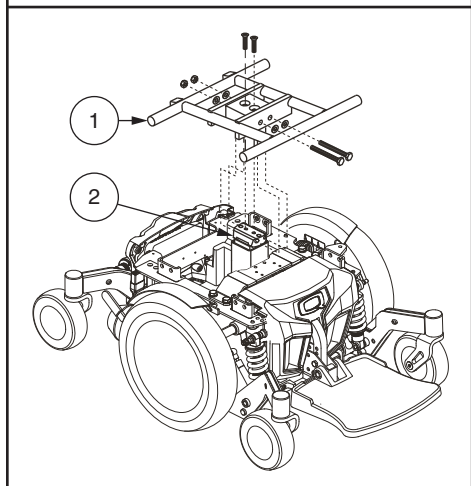

Figure 9. Actionneur du siège électrique élévateur
1. Alignez le siège avec le réceptacle de l'actionneur. **Voir la figure 9.**